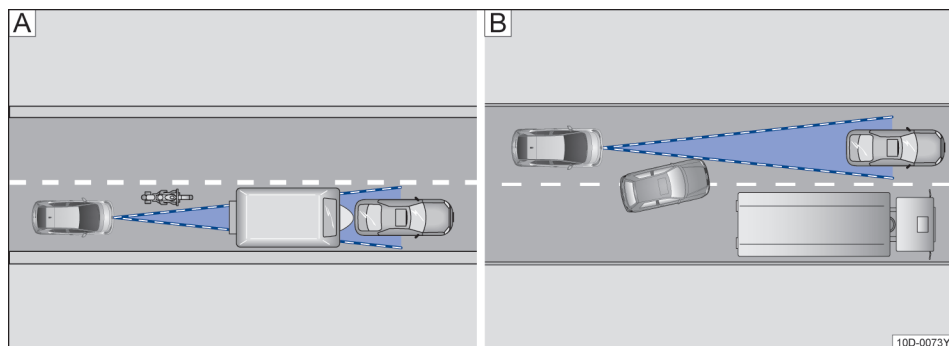

图 92 A. 窄弯中的车辆 B. 变换车道
- 不在传感器作用范围内、与本车辆相距较近行驶的机动车，如摩托车→图 92 [A]。
- 在本车前方近处切换到本车所在车道的车辆→图 92 [B]。